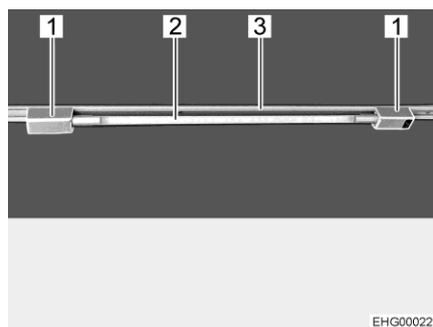

Fig. 30 Tubo fluorescente
Insertar tubo fluorescente: ■ Insertar ambos sujetadores (Fig. 30,1) en el riel (Fig. 30,3). Para ello, girar el sujetador 90°.
■ Enchufar el cuerpo de la lámpara (Fig. 30,2) en uno de los sujetadores.
- Rotar tubo fluorescente: ■ Rotar el cuerpo de la lámpara (Fig. 30,2) hasta que se haya obtenido el efecto de iluminación deseado.